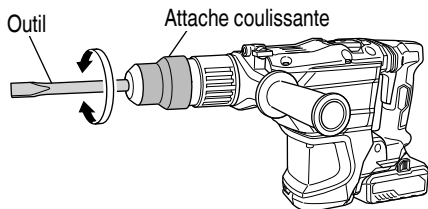

Fig. 25
- (b) Tourner la poignée ou l'outil comme illustré Fig. 25 et positionner l'outil dans la position de travail désirée.